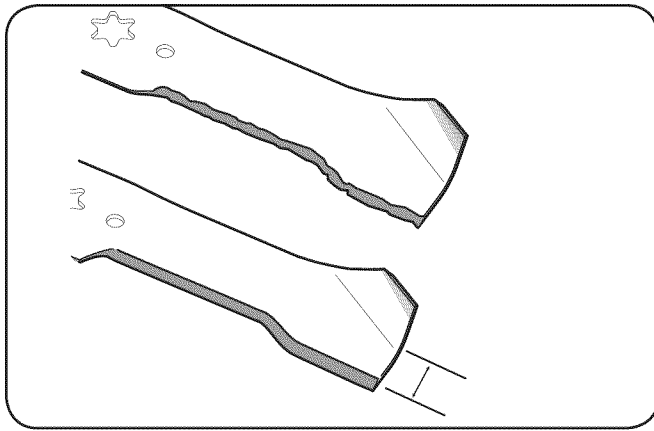

Figura 7-8
4. Para afinar correctamente las hojas de corte, retire la misma cantidad de metal de ambos extremos de las hojas a lo largo de los bordes de corte, paralelo al borde de fuga, en un 25° - 30° de ángulo. Siempre moler cada filo de la cuchilla de corte por igual a mantener el equilibrio de la hoja adecuada. Véase la Figura 7-8.